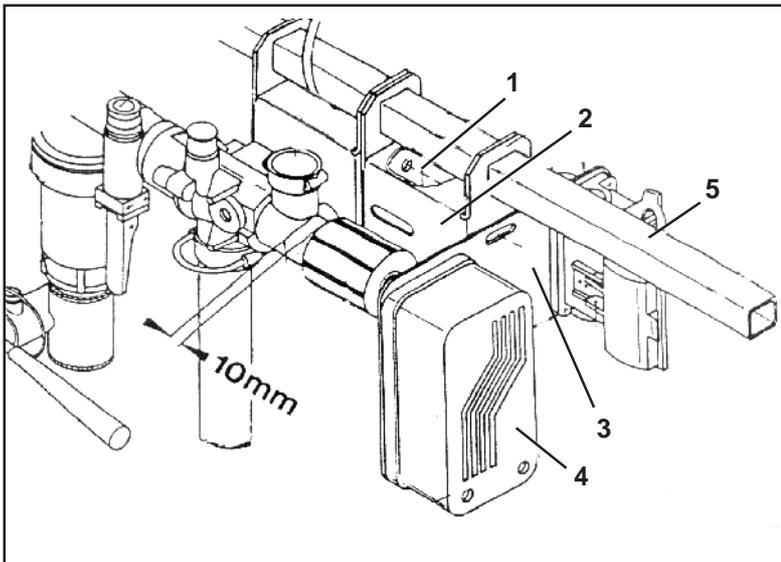

Рис. 8.5
- Разъединить резьбовое соединение (рис. 8.5/1) с регулятором (рис.8.5/2).
- Регулятор вместе с фланцевой пластиной (рис.8.5/3) для крепления электромотора (рис.8.5/4) на контропоре (рис.8.5/5) сдвинуть вправо, чтобы мотор и дозирующий шпиндель автоматики дозатора вышли из соединения.